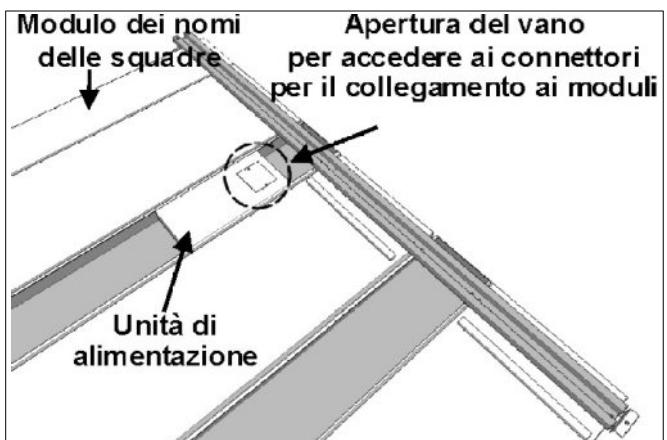
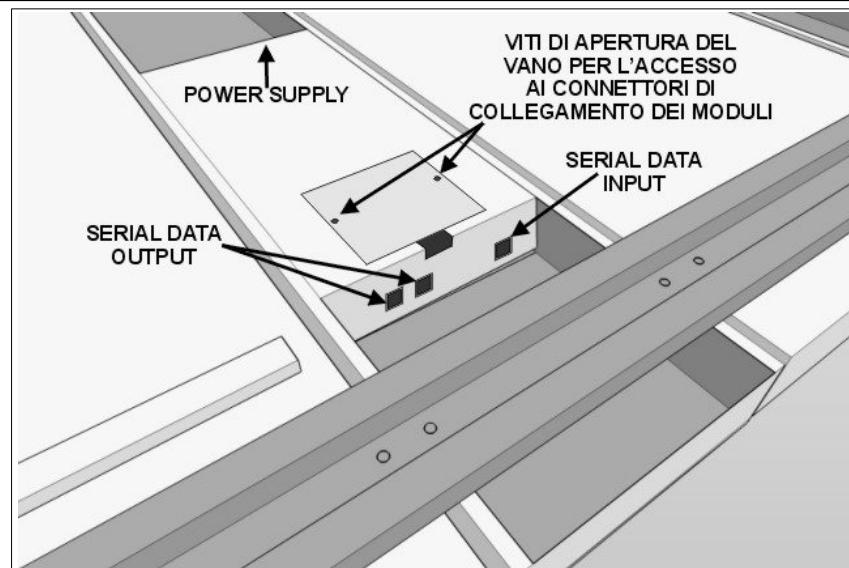

Fig. 3.2: Vano di collegamento
Fig. 3.5: Collegamenti del cavo di alimentazione e dei cavi dati seriali
- Individuare il modulo dove è presente l'unità di alimentazione (vedere Fig. 3.2); mediante un cacciavite a croce, aprire sulla stessa il vano per i collegamenti (Fig. 3.5).
Sull'Unità di alimentazione (vedere Fig. 3.5) sono presenti i seguenti connettori: